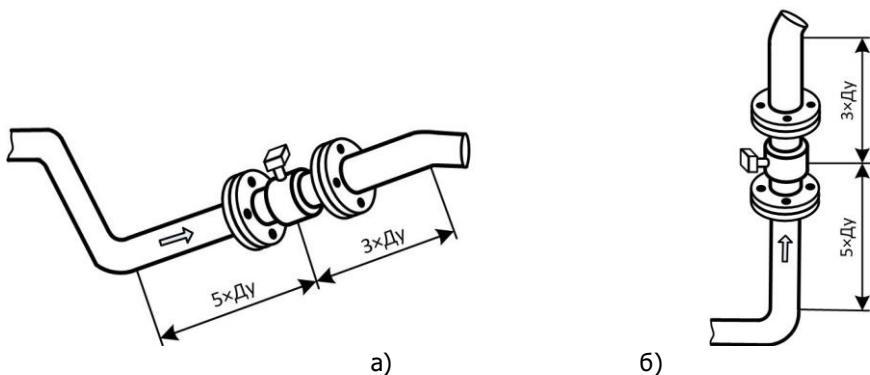

Рисунок 5.3 – Примеры установки сенсора, обеспечивающие его заполнение рабочей средой при отсутствии потока: а) наклонная; б) вертикальная
**Наклонная и вертикальная установка сенсора:** применяется в напорных трубопроводах, рисунок 5.3. Предпочтительно монтировать сенсор на восходящем участке (поток снизу-вверх), в противном случае существует опасность проникновения воздуха в трубопровод, что приведет к дополнительным погрешностям измерений (ориентация индикатора вокруг продольной оси значения не имеет).